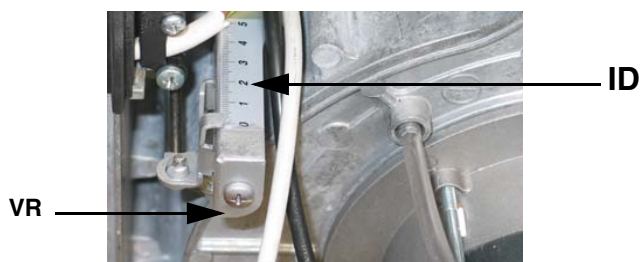

Рис. 26
- 2 запустить горелку, установив на **ON** главный выключатель **A** горелки: в случае блокировки (при этом загорится индикатор **B** на электрощите) нажать кнопку **RESET (C)**, находящуюся на панели электрощита горелки (См. );
- 3 снять крышку сервопривода: держать сервопривод в положении розжига (положение розжига = 0° на индикаторе воздушной заслонки **ID** - см. следующий рисунок на Рис. 26)
8 расслабить винт **VR** (см. Рис. 26)
9 сместить индикатор **ID** (Рис. 26) вдоль градуированной прорези в сторону + или -, для увеличения или уменьшения расхода воздуха, на основании требуемых значений продуктов сгорания;